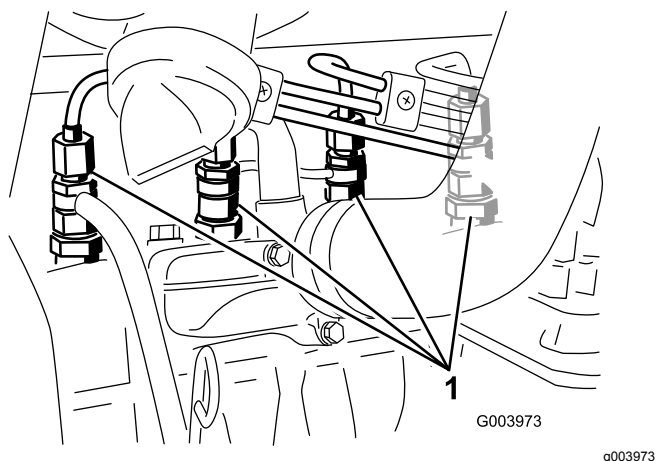

Figura 36
1. Allentate il raccordo dell'ugello n. 1 ed il gruppo portaugelli (Figura 36).